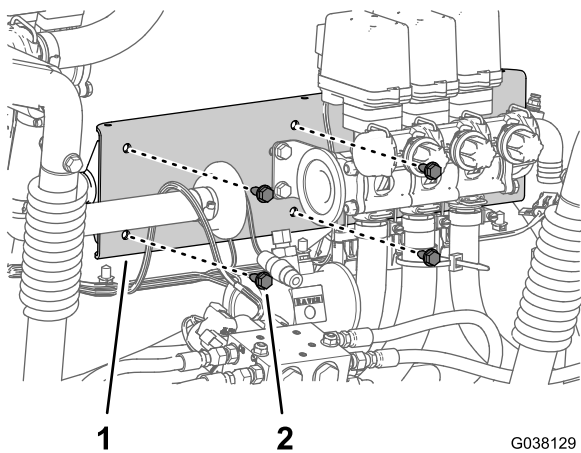

Figura 18
- Retire los 4 pernos con arandela prensada (5/16" x 3/4") que sujetan el soporte de la válvula de sección a la pletina de montaje de la válvula de sección (Figura 18).